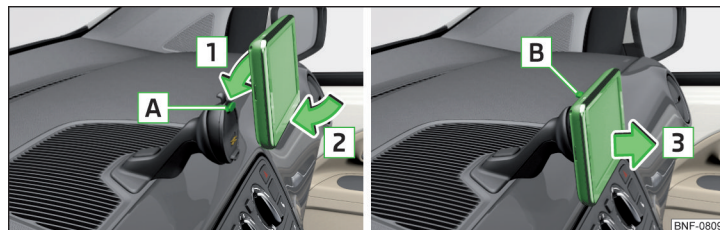

Fig. 85 Montarea/demontarea dispozitivului în suport
- Introduceți dispozitivul mai întâi în partea de sus a suportului **C** în sensul săgeții **1** » fig. 85.
- Apăsați tasta de deblocare **B** și extrageți dispozitivul în sensul săgeții **3** » fig. 85.